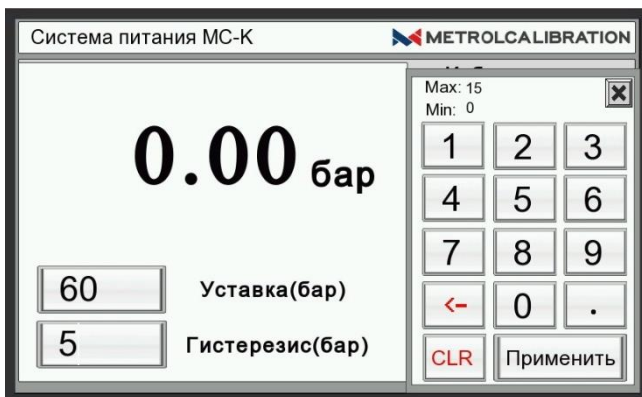

Рисунок 6 – Изменение гистерезиса.
- Удалите использованный фильтрующий элемент (поз. 4 рис. 6);